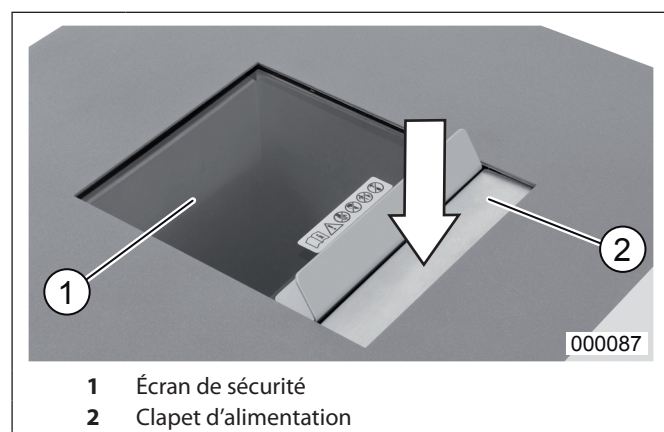

fig.2 Puits d'alimentation intimus FlashEx
S'allume si la porte du placard inférieur ou l'écran de sécurité (fig. 2/1) est ouvert.
① = **écran de sécurité (fig. 2/1)**
② = **clapet d'alimentation (fig. 2/2)**